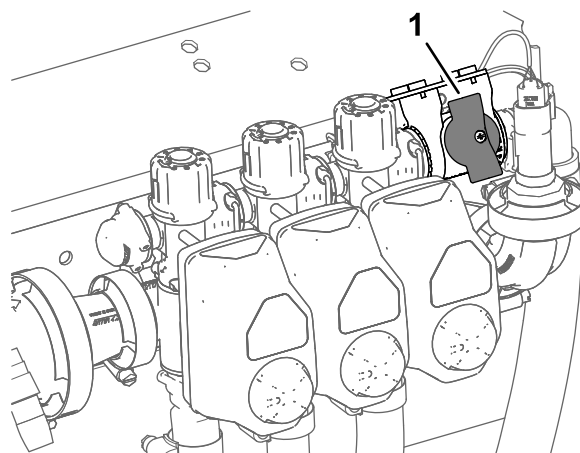

Рисунок 39
2. Поверните ручку отсечного клапана перепуска секции в закрытое положение (Рисунок 39).